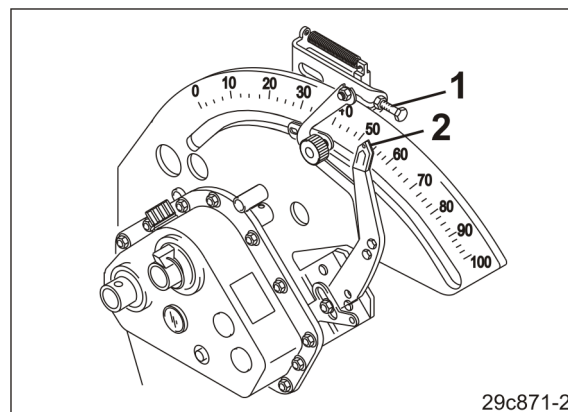

Fig. 162
3. Cu șurubul de reglare (Fig. 162/1), reglați indicatorul (Fig. 162/2) manetei cutiei de viteze la poziția dorită a cutiei de viteze pentru cantitate mai mare de însămânțat.
Scoaterea șurubului de reglare (Fig. 162/1): creșterea debitului de semințe.
Introducerea șurubului de reglare (Fig. 162/1): reducerea debitului de semințe.